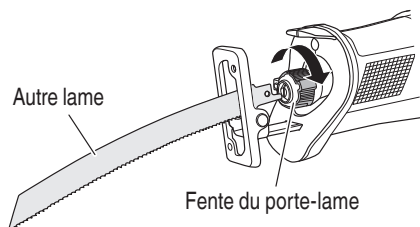

Fig. 10
- (1) Si une partie de la lame de scie cassée dépasse de la fente du porte-lame, sortir la partie saillante et retirer la lame.
- (2) Si lame de scie cassée est cachée à l'intérieur de la fente, accrocher la lame cassée au moyen de la pointe d'une autre lame de scie et la retirer. (Fig. 10)